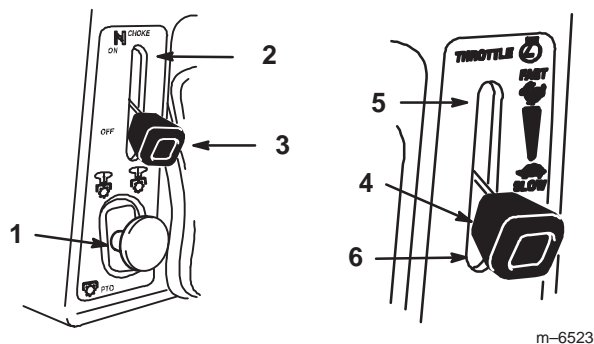

Figure 11
3. Poussez la commande de prise de force (PDF) en position désengagée (Fig. 11).
4. Placez la manette de starter en position de fonctionnement (on) (Fig. 11).
5. Placez la manette d'accélérateur en position de régime maximum (Fig. 11).
7. Lorsque le moteur a démarré, amenez progressivement la manette de starter en position hors service (off) (Fig. 11). Si le moteur cale ou hésite, ramenez la manette de starter à la position **on** pendant quelques secondes. Réglez ensuite le levier d'accélérateur à la position voulue. Répétez l'opération si nécessaire.
1. Poussez la commande de prise de force (PDF) en position désengagée (Fig. 11).
2. Placez la manette d'accélérateur à mi course (Fig. 11).